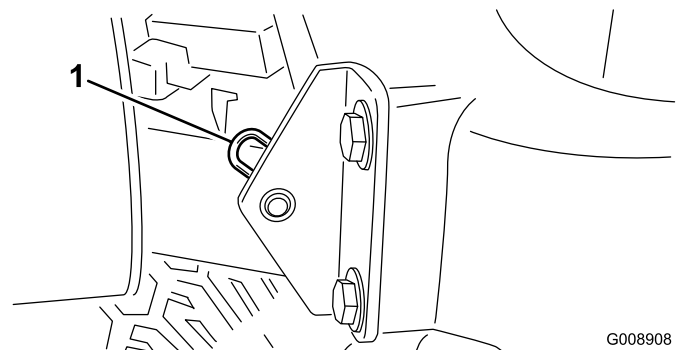

Figura 40
2. Tire o contrapino que fixa a articulação do capot aos suportes de montagem (Figura 40).